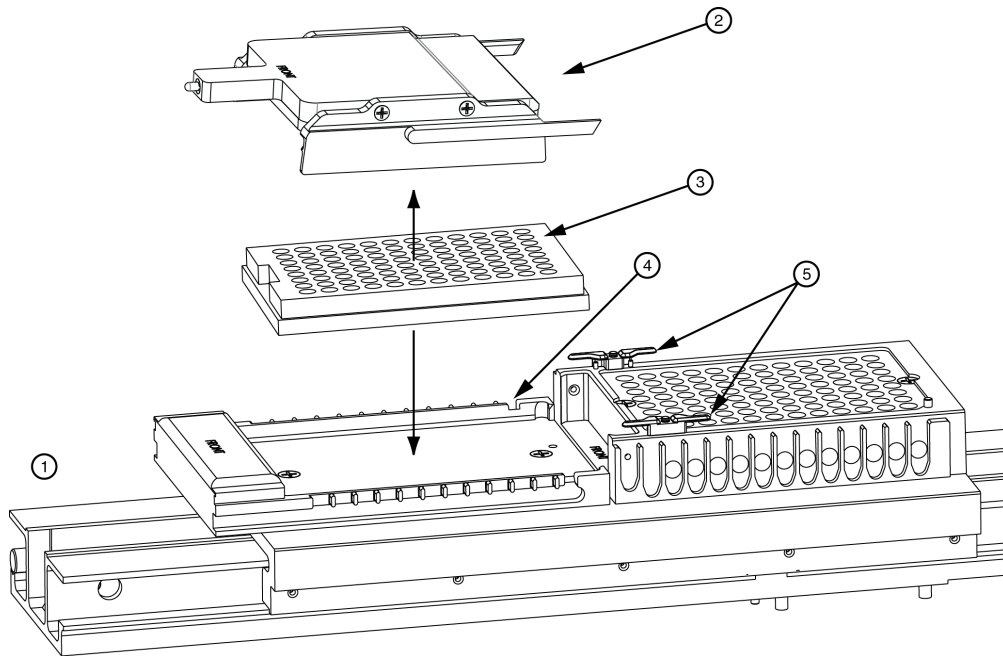

图 3.30 加载缓冲液板和缓冲液蒸发盖
1. 使用缓冲液板架（图 3.30）上的对齐线对齐缓冲液板上的凹角。